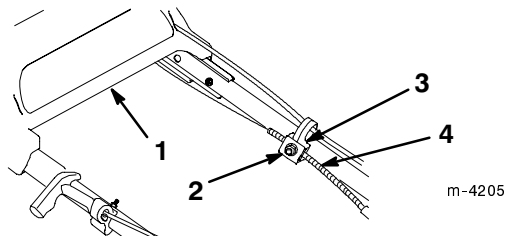

Bild 27
3. Lockern Sie die Mutter am Bowdenzug (Bild 27).
6. Ziehen Sie den Mantel des Bowdenzugs nach unten (in Richtung Schneidwerk), um das Spiel aus dem Zug zu beseitigen (Bild 27).
7. Lockern Sie das Antriebsteil, während Sie den Bowdenzugmantel nach unten halten und ziehen die Mutter an der Zugstütze fest (Bild 27).